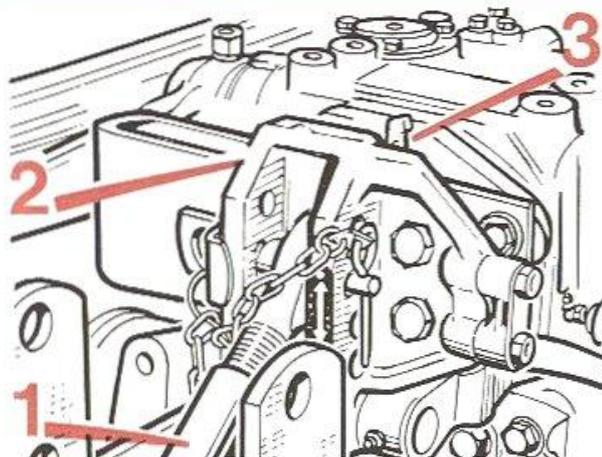

FIG. 44
- dans le 3^e trou pour les travaux lourds. Le coin de verrouillage (3) fig. 44 est libéré.